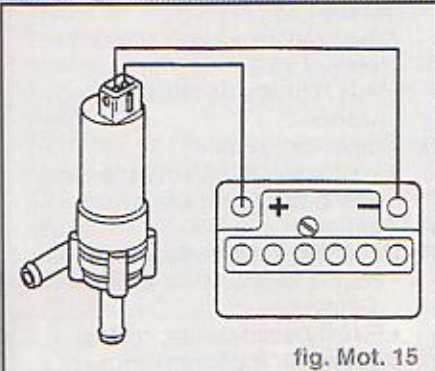

fig. Mot. 15
- Lier les contacts de la pompe de recirculation du liquide de refroidissement (**V51**) avec la batterie à l'aide de câbles (fig. Mot. 15).